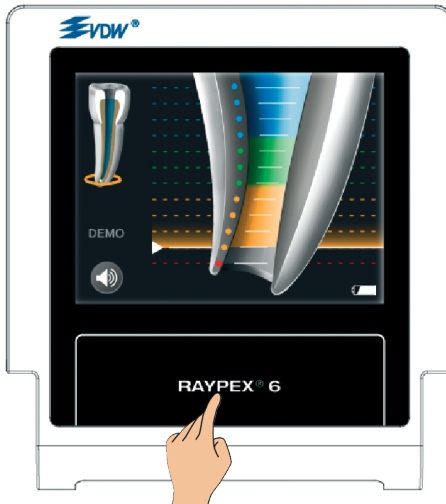

Fig. 37: Salida del modo DEMO
- Para salir del modo DEMO, toque el icono de "inicio" del RAYPEX® 6 (Fig. 37).